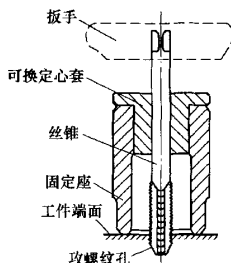

图 4
(2) 解决问题的方法 如图 4 所示, 攻螺纹时, 先将固定座与相应的可换定心套 (视攻螺纹的大小选定), 装配在一起, 然后将要攻的丝锥插入可换定心套内, 对准攻螺纹孔, 左手握住固定座, 使固定座紧紧贴要在加工的螺纹底孔端